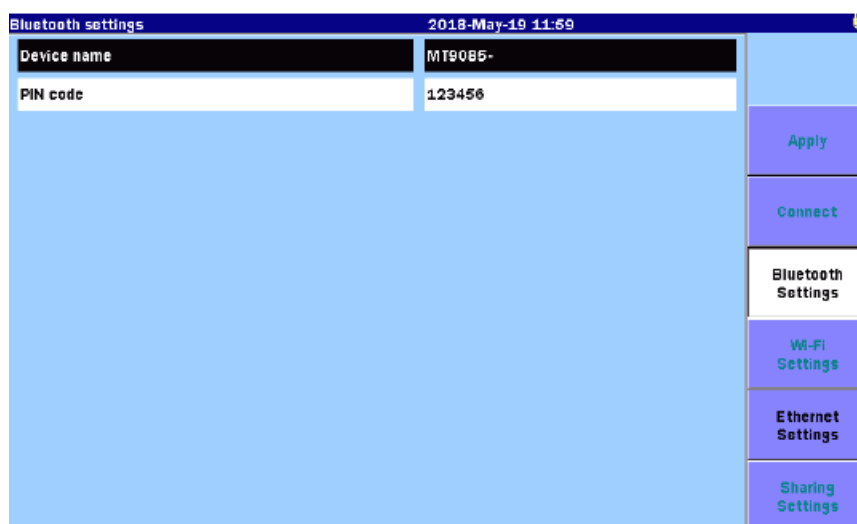

Рисунок 12.2.2-1 Экран настроек Bluetooth
4. Щелкните на **Send files**.5. Щелкните на пиктограмме устройства, отображаемого на экране настроек Bluetooth (рисунок 12.2.2-1) и щелкните на **Next**.
9. Введите PIN-код, отображаемый на экране настроек Bluetooth (рисунок 12.2.2-1) и щелкните на **Allow**.